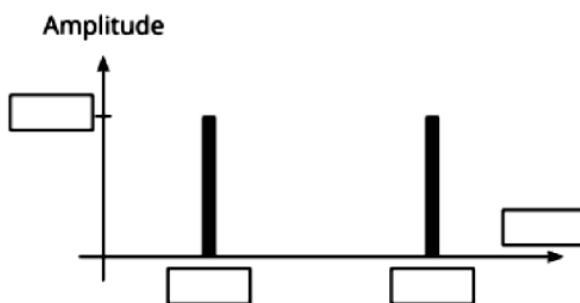

Figure 8 - Spectre du signal U_m
- Q24.** Le spectre en amplitude du signal U_m est partiellement représenté sur la figure 8. Compléter les quatre informations manquantes dans les encadrés du Document Réponse (DR).